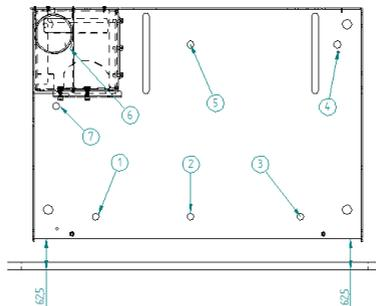

Figura 5 – Fixação base do equipamento
- Como pode observar-se na figura 5 tem de se deixar uma distância de 62,5mm da base ao frontal da parede (tem que ficar perfeitamente paralelo).